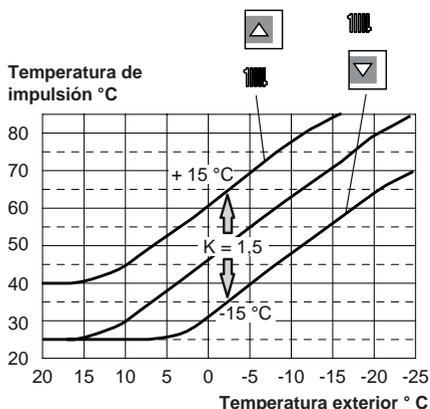

**Figura 5.31**
- Desplace los parámetros mediante los botones 13 o 14 hasta que aparezcan en el display LCD las letras **P15** que se alternan con el valor del parámetro, indicando que se ha entrado en el "parámetro 15" (Figura 5.31).
- Pulsando simultáneamente los botones 12 y 13 (Figura 5.29) se sale sin modificar el valor (se vuelve a la lista de parámetros Figura 5.31).